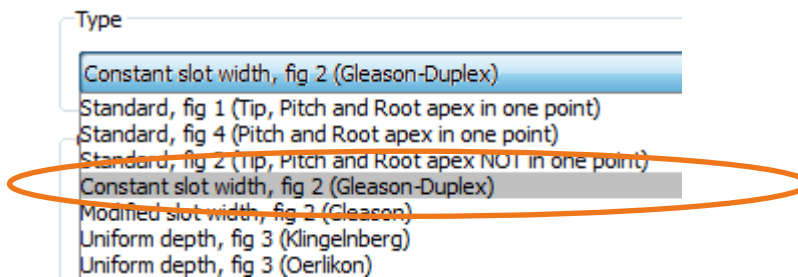

图 19. 选择"Constant slot width"类型
1. 在"Basic data"→ "Type"中选择"Constant slot width"类型（看图 19）。小齿轮的齿宽空隙是常值，因为两个齿面是在同一次加工过程中加工出来的；